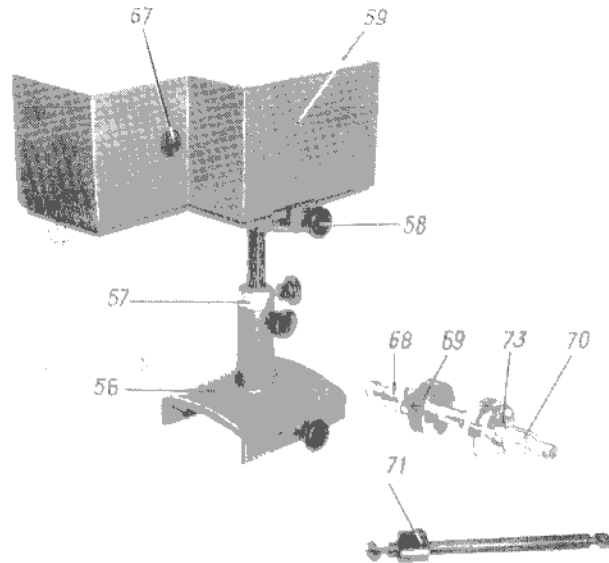

Рис. 10
Осветитель на стойке с основанием 56 (рис. 10) закрепляется на рельсе монохроматора. По высоте осветитель устанавливается перемещением стойки в основании (от руки) и фиксируется кольцом 57. Перемещение осветителя поперек оптической оси осуществляется винтом 58. Осветитель закрыт кожухом 59.
Установите на рельс осветитель, при этом отверстие 67 (см. рис. 10) в кожухе осветителя должно быть обращено к источнику излучения.
2.3.3. Выверните стержень 68 (см. рис. 10) из гайки 69.
2.3.4. Снимите с обоих монохроматоров крышки 49 (см. рис. 6), расположенные со стороны зеркал, и вверните в отверстие первого монохроматора стержень 68 (см. рис. 10), а в отверстие другого — буфер 70 с гайкой 69.
2.3.6. Придвиньте друг к другу оба монохроматора так, чтобы выходная щель первого монохроматора вошла в направляющую фланца второго монохроматора, регулируя при этом длину кардана и наворачивая гайку 69 (см. рис. 10) на стержень 68; после этого затяните болты 73.